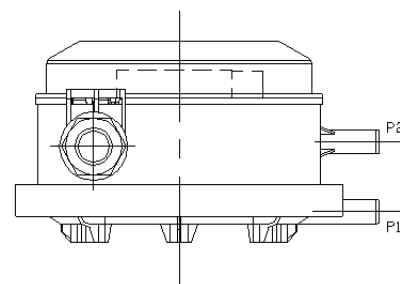

图 5
2. 软管连接。配件中提供了一条长 2m，内径 6.0mm 的塑料软管，可视现场情况裁减使用。建议用尽可能短的软管，连接上述连接附件和开关体上的压力接口。高压端接到 P1 口，位于开关体的底部。低压端接到 P2 口，位于开关体的中部，见图 5。